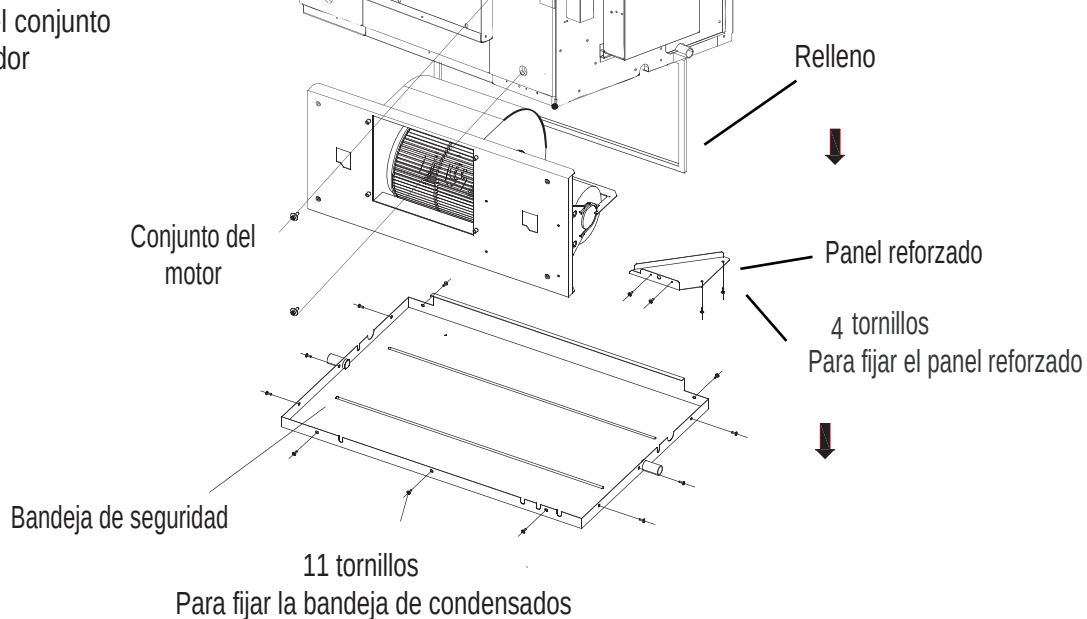
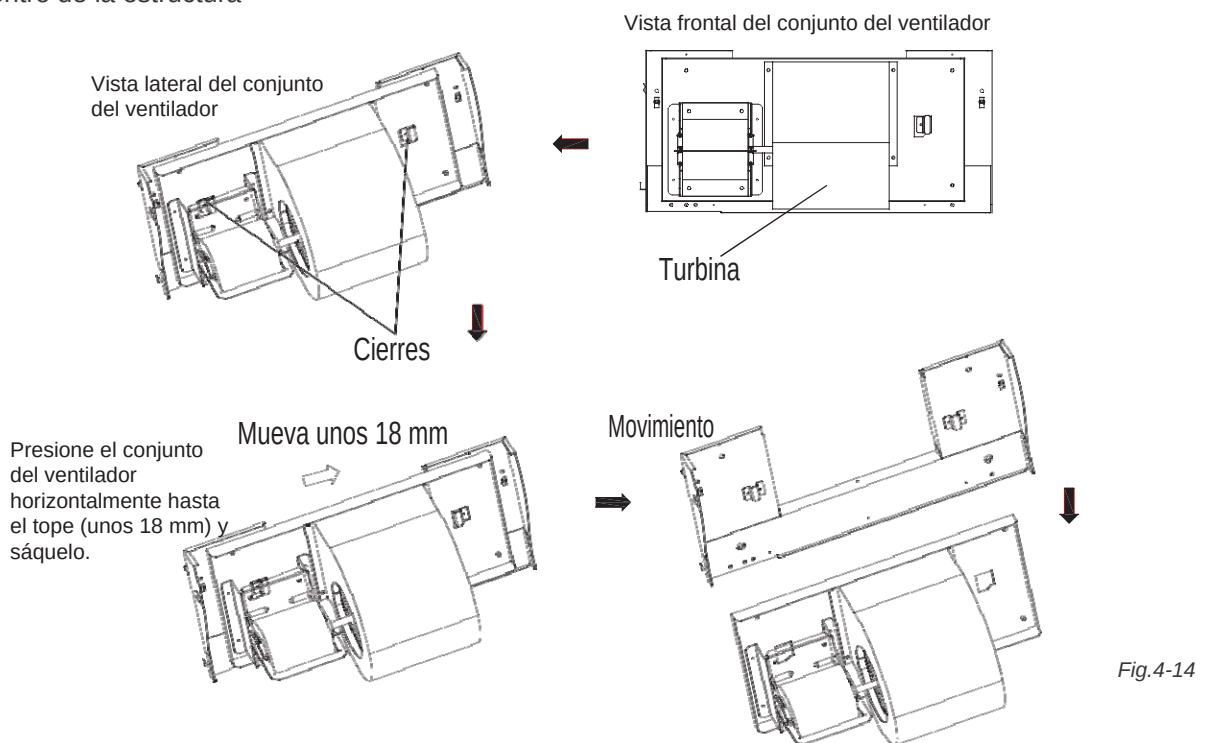

Fig.4-13
Fig.4-14
1. Vea la Fig. 4-13, saque los 11 tornillos de la bandeja de condensados y saque la bandeja.
2. Vea la Fig. 4-13, saque los 4 tornillos del panel reforzado y sáquelo.
3. Vea la Fig. 4-13, saque los 4 tornillos del conjunto del ventilador, vea en la Fig. 4-14 los pasos para la extracción del conjunto del ventilador.
4. Vea la Fig. 4-14, presione horizontalmente el conjunto del ventilador hasta el tope y sáquelo lentamente hacia arriba.